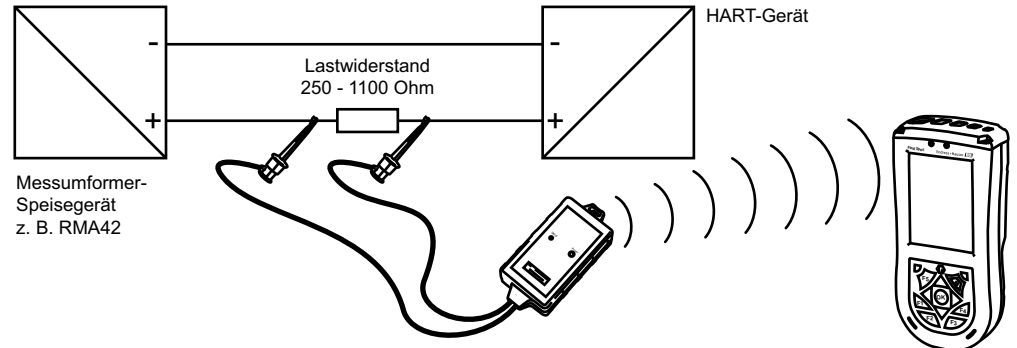

Abb. 3-2: Verbindung über einen Lastwiderstand
- Bei einem normalen Messumformerspeisegerät (z. B. RMA42) über einen Lastwiderstand von $270\ \Omega$ ($250\ \Omega - 1100\ \Omega$), der wie in Abb. 3-2 dargestellt an den Stromkreis angeschlossen ist.